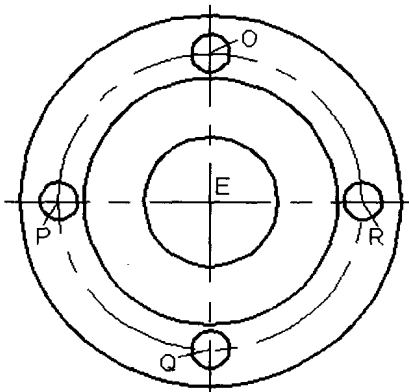

图 2-13
⑰ 绘制压盖的轮廓线。选择【圆】工具  绘制压盖的轮廓线，图形效果如图 2-13 所示。